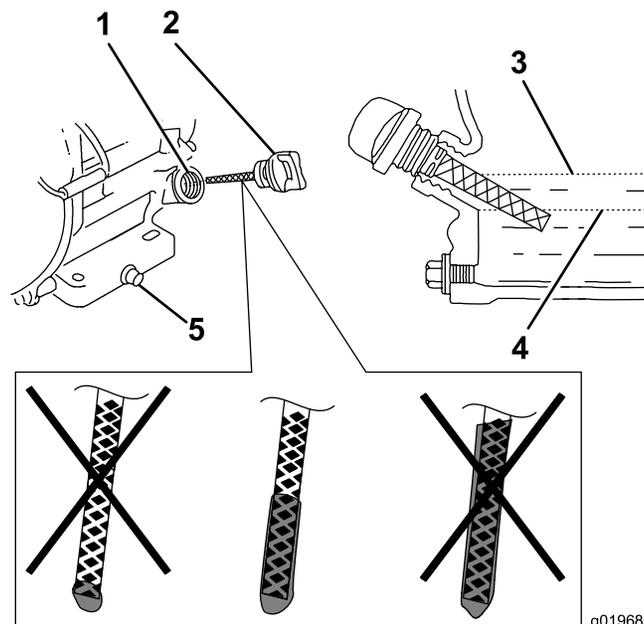

**Figura 29**
2. Coloque la máquina con el motor nivelado y limpie la zona alrededor del tubo de llenado de aceite (Figura 29).
3. Retire el tapón de vaciado, la arandela y la varilla (Figura 29).